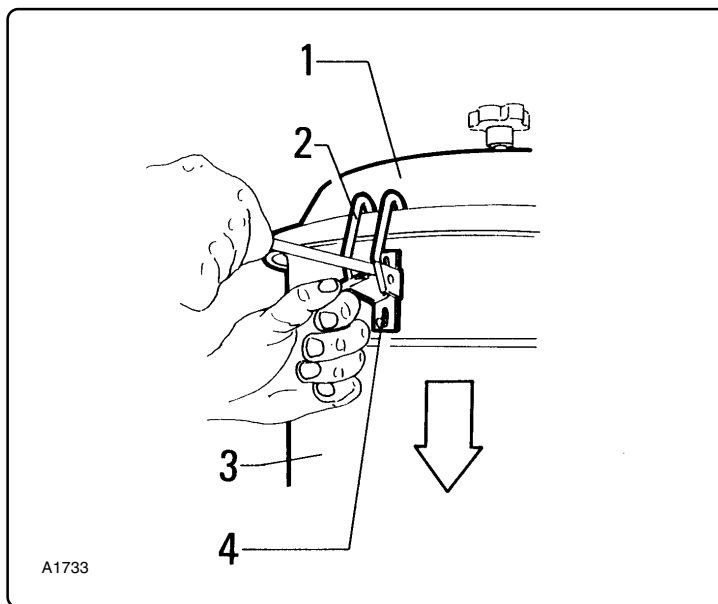

Fig. 7.5.3
**7.5.2 - Verifica tenuta del coperchio (fig. 7.5.3)**
**7.5.2 - Checking the cover seal (fig. 7.5.3)**
**7.5.2 - Vérification de l'étanchéité du couvercle (fig. 7.5.3)**
**7.5.2 - Control hermeticidad de la tapa (fig. 7.5.3)**